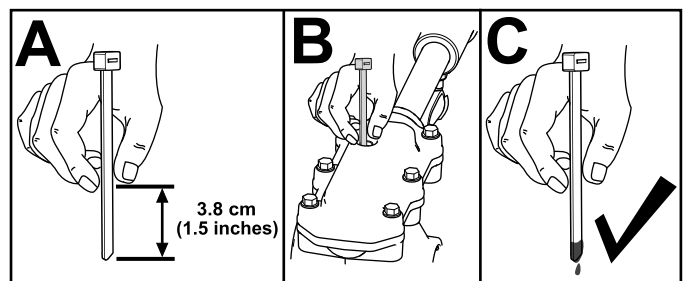

Figure 38
3. Contrôlez le niveau d'huile au moyen d'un dispositif de mesure adéquat, par exemple un serre-câble propre. L'huile doit se trouver à environ 3,8 cm (1,5 po) en dessous de l'ouverture de remplissage (Figure 38).